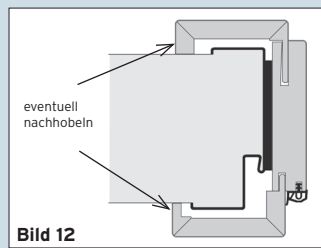

Bild 12
2. Etwaige Mauerunebenheiten durch nachhobeln der Zier- bzw. Falzverkleidungsteile ausgleichen (**Bild 12**).